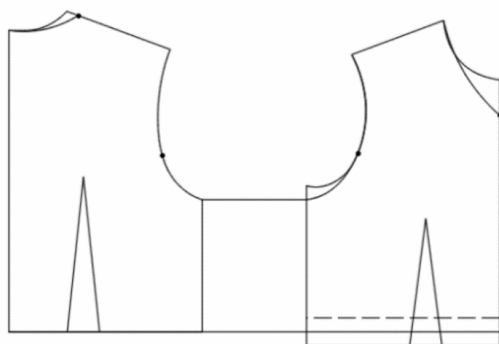

图 4-1-2 基础结构处理
① 根据款式，此款 T 恤无侧省，需通过前片处理先将原型侧省进行处理。首先，取前片乳凸量一半作为前后腰线对齐位置，然后将后片袖窿底点对位到前片侧缝线，最后开深前片袖窿，删除侧省，使前后侧缝等长。
② 后片肩胛省通过开大后领口处理；前颈点下降“4.5cm”，修正前领口线，如图 4-1-2 所示。
③ 用“ (剪断线)”和“ (橡皮擦)”工具删除不必要线条，形成调整后的上衣原型。